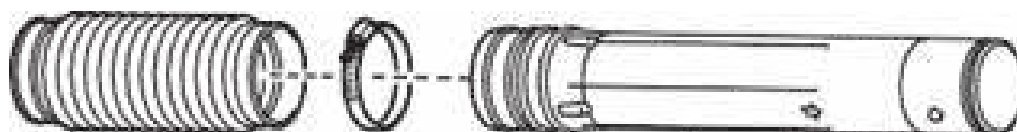

Рис. 4
6.3 Вставьте трубу с шарнирным соединением в гибкую трубу и закрепите их при помощи хомута, как показано на рис. 4